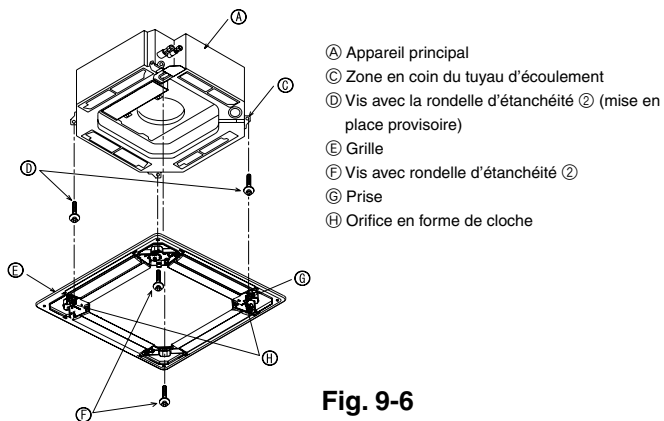
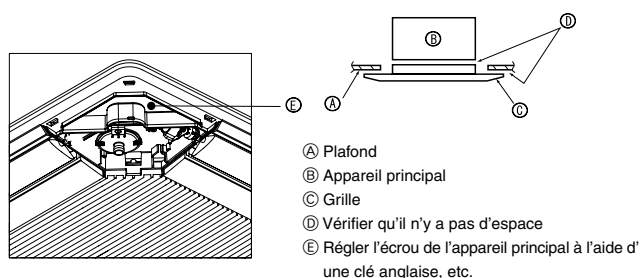

Fig. 9-6
Fig. 9-7
9.4.2. Mise en place provisoire de la grille (Fig. 9-6)
- Attacher provisoirement la grille à l'aide des orifices en forme de cloche en alignant la zone du coin du tuyau d'écoulement de l'appareil principal sur la prise de la grille marquée ③.
9.4.3. Fixation de la grille (Fig. 9-7)